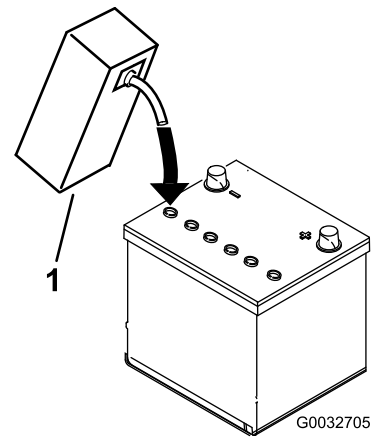

Bild 4
4. Lassen Sie die Elektrolytflüssigkeit für 20 bis 30 Minuten in die Platten durchtränken. Füllen Sie nach Bedarf auf, um den Elektrolytstand auf ungefähr 6 mm unter den Einfüllstutzen anzuheben (Bild 4).
3. Füllen Sie vorsichtig Elektrolyt in jede Zelle ein, bis die Platten ungefähr mit 6 mm Flüssigkeit bedeckt sind (Bild 4).